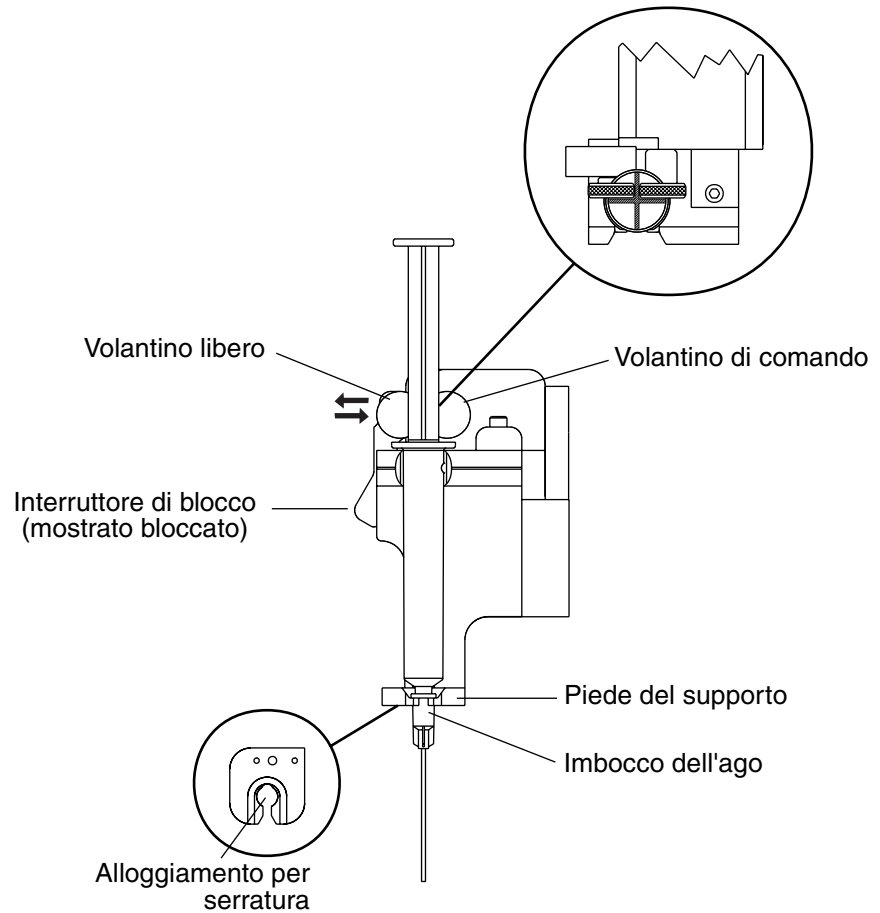

Figura 5-5. *Inserimento della siringa*
L'inserimento della siringa è molto importante per la riuscita di un test. Se la siringa non è montata correttamente sul portasiringa, può verificarsi la distribuzione non omogenea del campione. La mancanza di precisione nella somministrazione del volume ematico si ripercuote direttamente sul risultato del test. Inserendo la siringa nel portasiringa, il corpo della siringa deve essere orientato in modo tale da consentire la cattura da parte del sistema di azionamento. L'interruttore di bloccaggio (in posizione bloccata) impegna il volantino di comando durante il riempimento delle pipette (fare riferimento alla Figura 5-5).
3. Inserire la siringa e l'ago nel dispenser dello Strumento HMS Plus e premere il tasto di *Avvio/Arresto* per iniziare il test (fare riferimento alla Figura 5-5 a pagina 5-11).